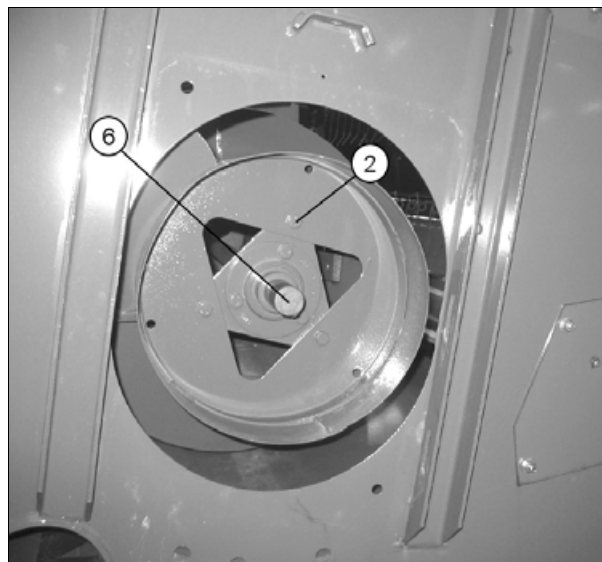

Рис. 4.
- Выверните болт (B) и выпрессуйте вал (C) из кривошипа (D).
- Извлеките вал через отверстия треугольной формы (рис. 4).